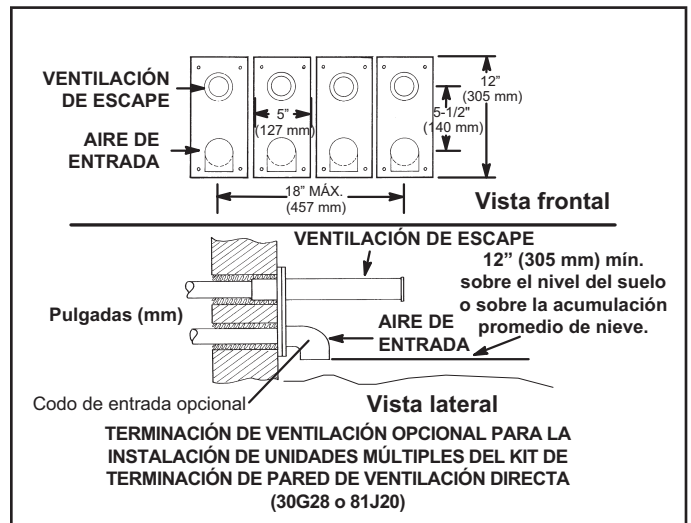

Figura 41
- 8 - Una instalación de calefactores múltiples puede utilizar un grupo de hasta 4 terminaciones ensambladas juntas horizontalmente, como se muestra en la Figura 41.